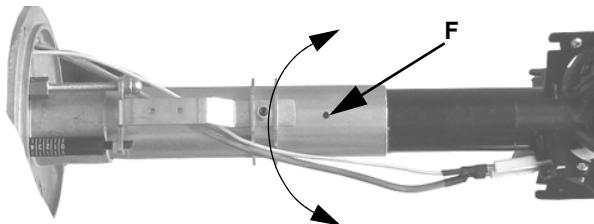
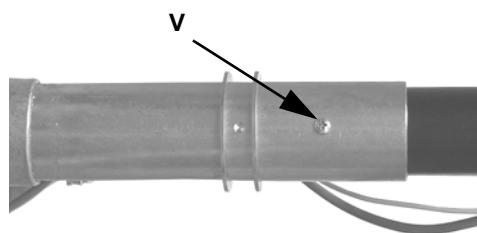

Fig. 11
Fig. 12
- 7 Aflojar el tornillo **V** que fija la cabeza de combustión al tubo cabeza, girar la cabeza 180° como se indica en la(Fig. 11), hasta encontrar el orificio **F**, y fijar nuevamente el tornillo **V**Fig. 11Fig. 12Fig. 12.